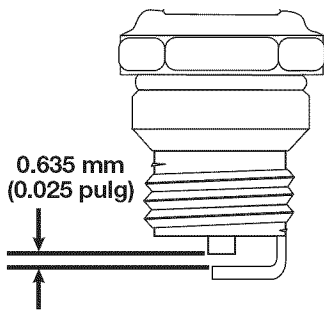

Fig. 28
3. Cambie las bujías que estén rajadas, sucias o deterioradas. Fije la separación de aire a 0,635 mm (0,025 pulgadas) utilizando un calibrador (Fig. 28).